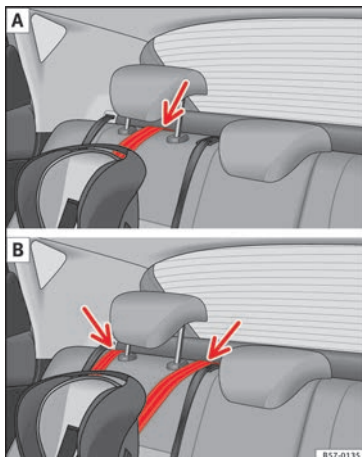

Fig. 34 Cinghia di fissaggio: regolazione e montaggio in base alla cintura Top Tether.
- Posizionare la cinghia sotto il poggiatesta del sedile posteriore » **fig. 34** (in base alle